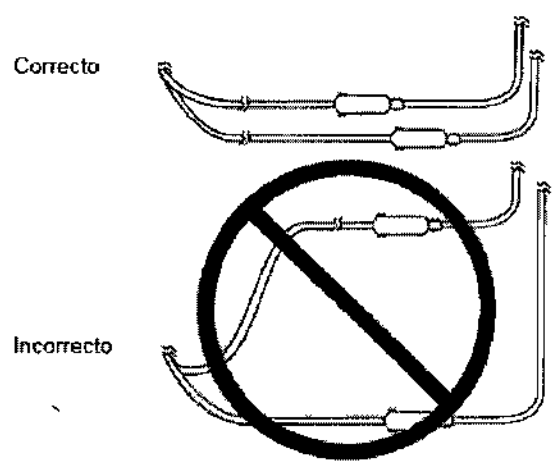

Figura 9. Colocación para varios electrodos-extensiones.
- Cuando se implanten dos electrodos, dirija los electrodos-extensiones de forma que el área que los separa quede reducida al mínimo (Figura 9). Si los electrodos-extensiones están colocados en forma de bucle, el bucle aumentará la posibilidad de interferencia electromagnética (IEM).